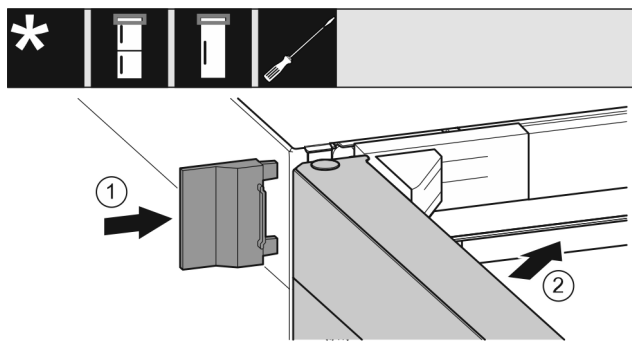

Fig. 24
- Äußere Abdeckung Fig. 24 (1) aufschieben.
- Obere Tür Fig. 24 (2) schließen.